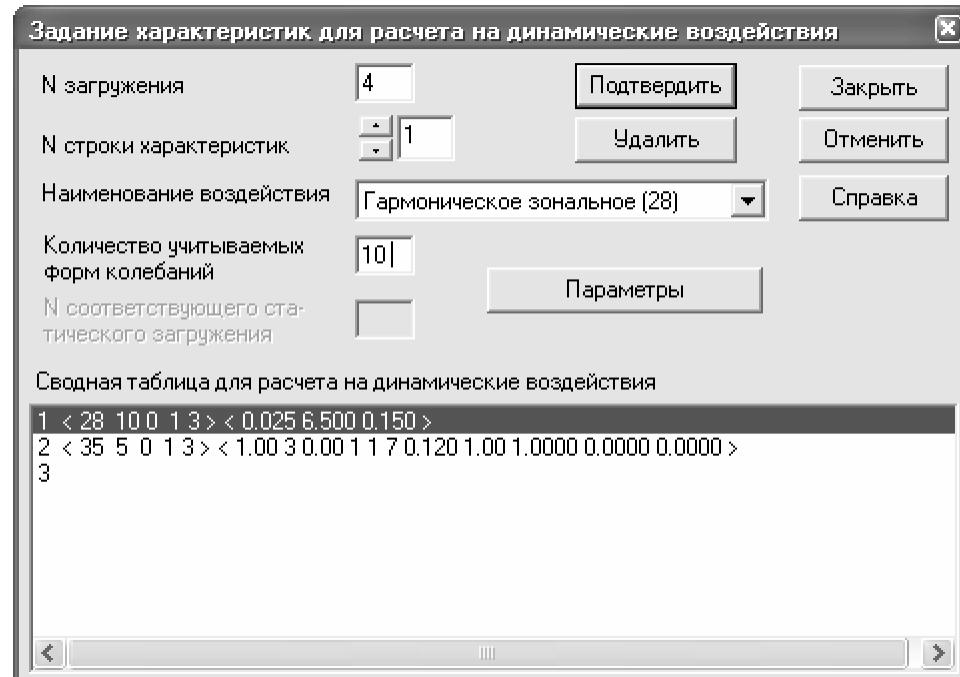
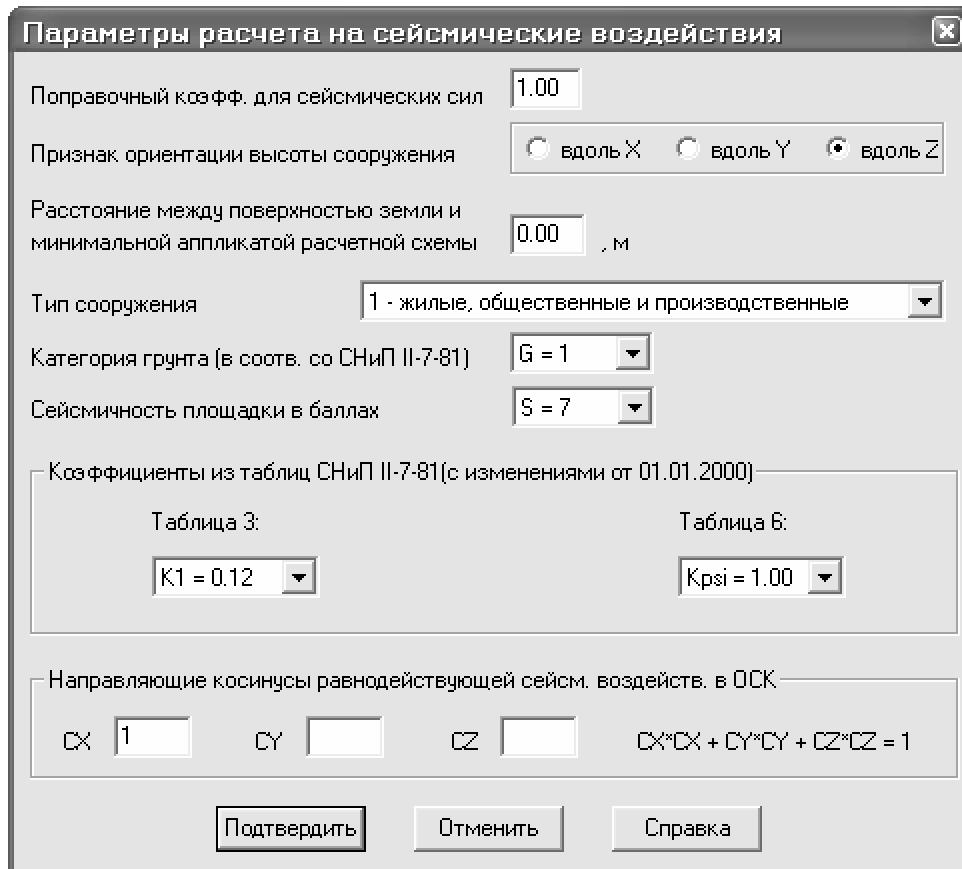

Рис.3.15. Диалоговое окно Задание характеристик для расчета на динамические воздействия
Рис.3.17. Диалоговое окно Параметры расчета на сейсмические воздействия
- Из меню **Нагрузки** ⇒ **Динамика** ⇒ **Таблица динамических загружений** (кнопка на панели инструментов) вызовите диалоговое окно **Задание характеристик для расчета на динамические воздействия** (рис.3.15).
- В диалоговом окне Задание характеристик для расчета на динамические воздействия (рис.3.15) задайте:
- Наименование воздействия – Сейсмическое 01.01.2000 (35);
- В диалоговом окне Параметры расчета на сейсмические воздействия (рис.3.17) задайте следующие параметры: